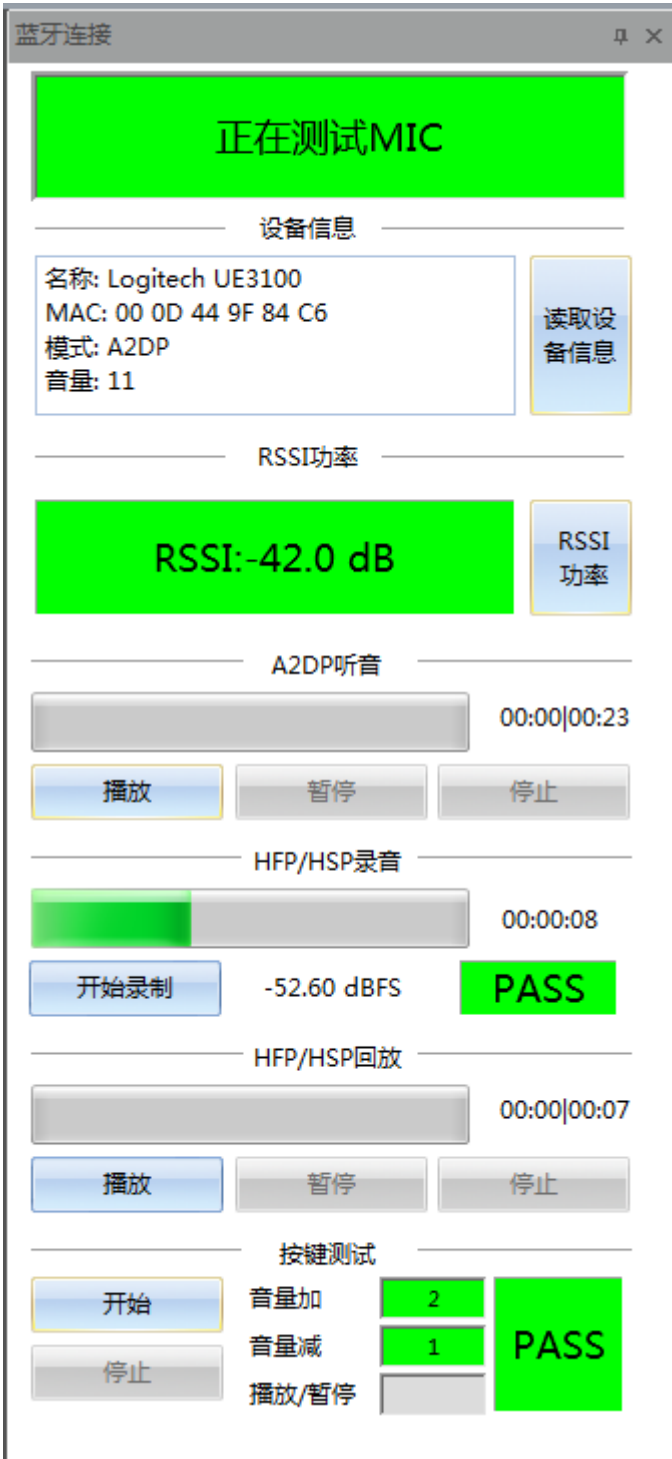

图 5.58 蓝牙连接测试界面
- ✓ **连接后自动测试：**若选中，在成功连接蓝牙耳机后自动完成图 5.57 选中的测试内容；实际蓝牙连接及测试内容界面如图 5.58。